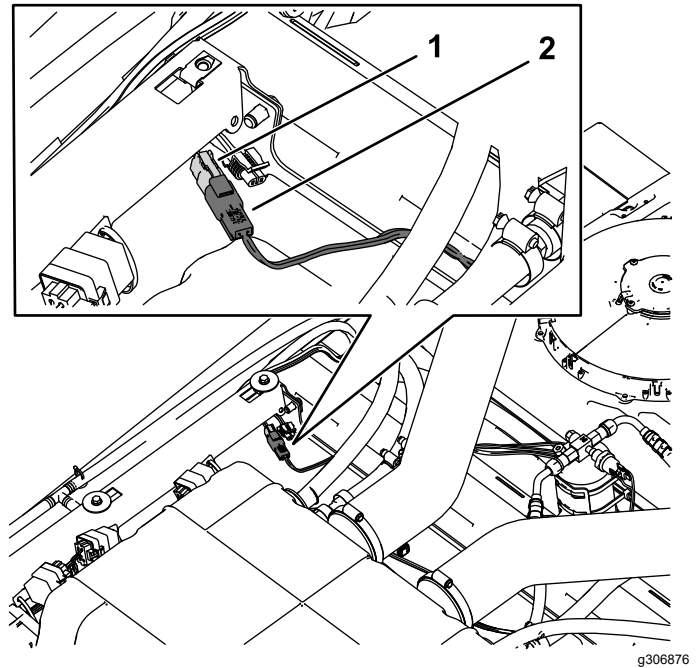

图 2
2. 在驾驶室顶部找到驾驶室线束上松动的 2 针插槽接头并连接警示灯线束电源连接器**图 2**。